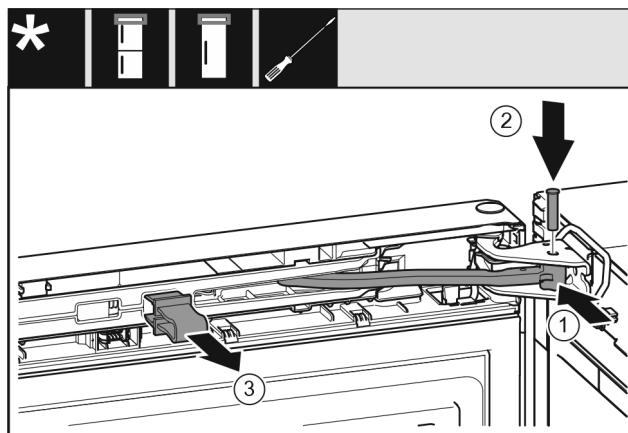

Fig. 25
- Gelenk Fig. 25 (1) in Lagerbock drehen.
- Bolzen Fig. 25 (2) in Lagerbock und Gelenk einsetzen. Dabei darauf achten, dass der Rastnocken korrekt in der Nut sitzt.
- Sicherung Fig. 25 (3) abnehmen.